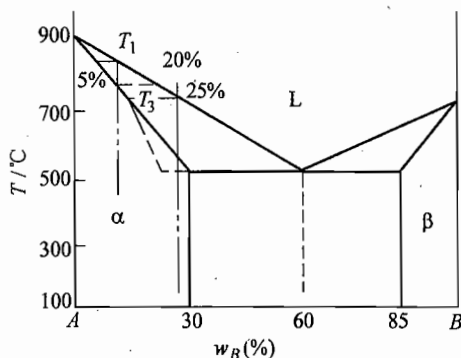

图 6-7 第八题第 1 小题解答图
1. 假设液相线和固相线均为直线, 从图 6-7 可知 $K_0 = C_S/C_L = 1/2$ 。含 10% B 的液相初始结晶时晶体中应含 $(10\%)/2 = 5\%$ B。在稳态结晶时结晶前沿成
分为合金成分的固相平衡, 所以液相成分为含 $(10\%) \times 2 = 20\% B$ 。从图 6-7 得知, 对应 60% 液相线上温度下降 400°C 。所以, B 每上升 10%, 温度下降 66.6°C , 即 $m = \frac{400^\circ\text{C}}{60\%}$ 。